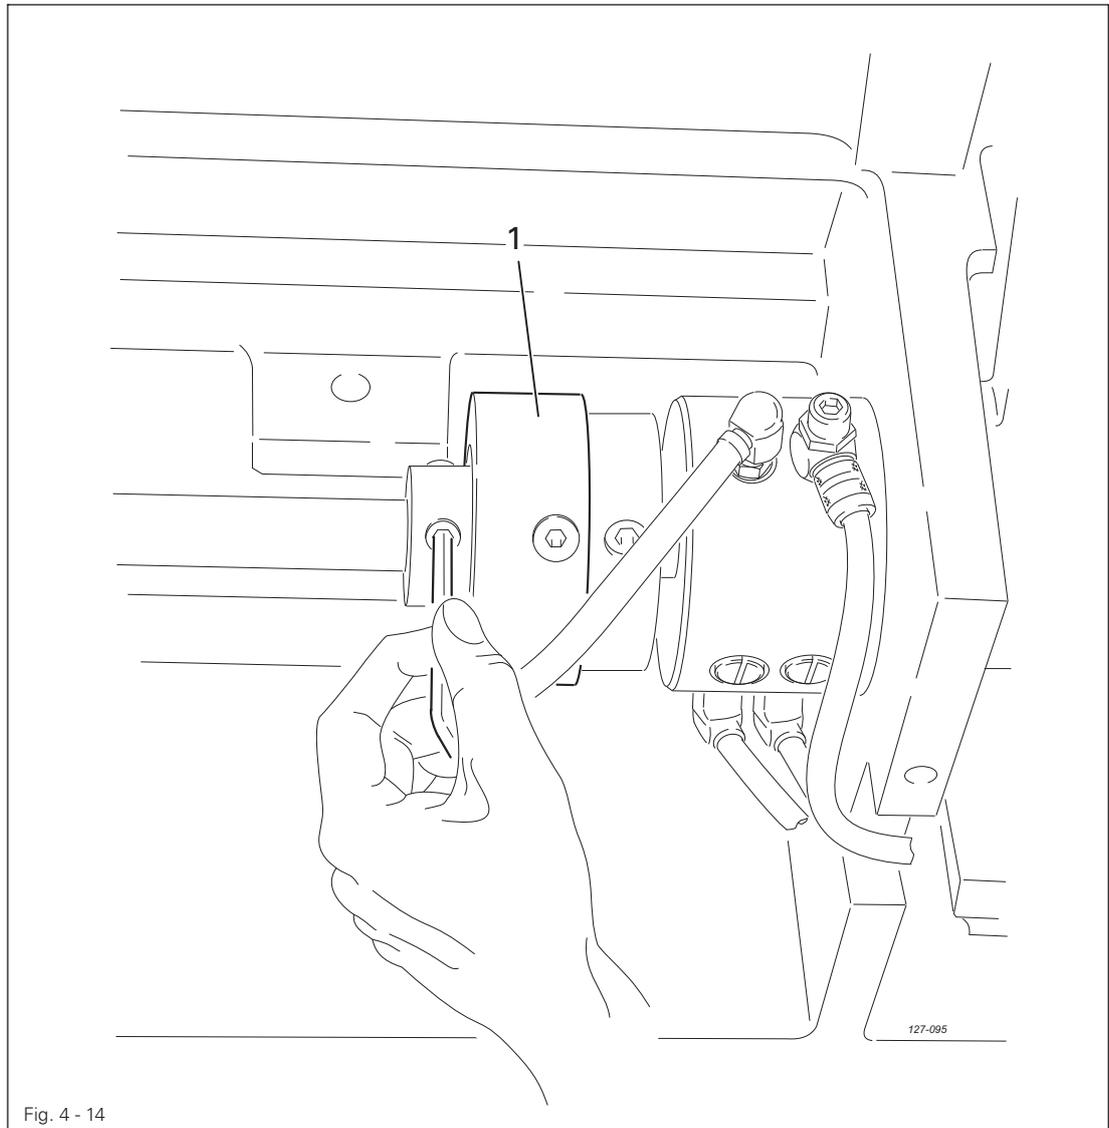

Fig. 4 - 14
- Kupplung 1, wie in Fig. 4 - 14 gezeigt, gegenhalten und am Handrad drehen, bis die Kupplung 1 spürbar wieder einrastet.